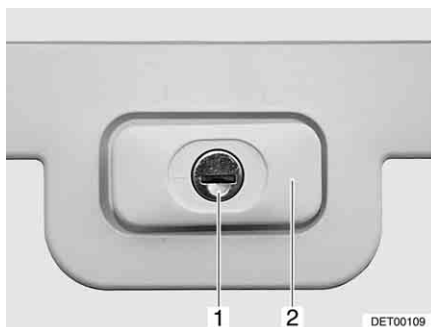

Bild 35 Lucklås, fyrkantigt, låst
- Stick in nyckeln i låscylindern (Bild 35,1) och vrid ett kvarts varv. Låshandtaget (Bild 35,2) frigörs.